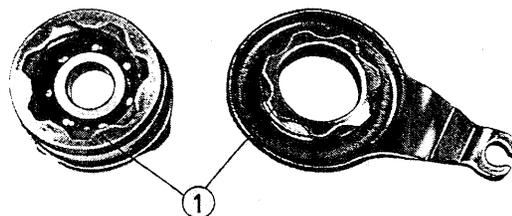

Fig. 233. Manœuvre d'embrayage
- Levier de débrayage et coussinet (fig. 233)